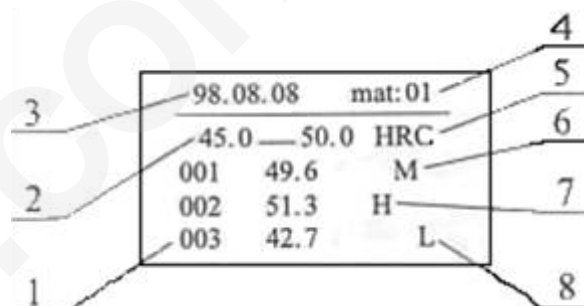

Figura 8 – Elaborazione prove
- Premere il tasto RNG, la lettera "L" apparirà nell'angolo superiore destro dello schermo. La cifra che lampeggia indica che un nuovo numero (limite) deve essere definito. Inserite il limite superiore sulla linea superiore e il limite inferiore sulla linea inferiore. Si noti che solo un decimale è consentito. Le 8 cifre devono essere inserite con un numero (da 1 a 9) o con uno "0". Per esempio, se il limite superiore è HRC 50 e quello inferiore HRC 45, rispettivamente, le 8 cifre devono essere digitate come di seguito: 0-5-0-0 e 0-4-5-0. dopo aver inserito i limiti premere il tasto RNG di nuovo, quindi i dati registrati verranno stampati come ci mostrano le prime due righe della Figura 8